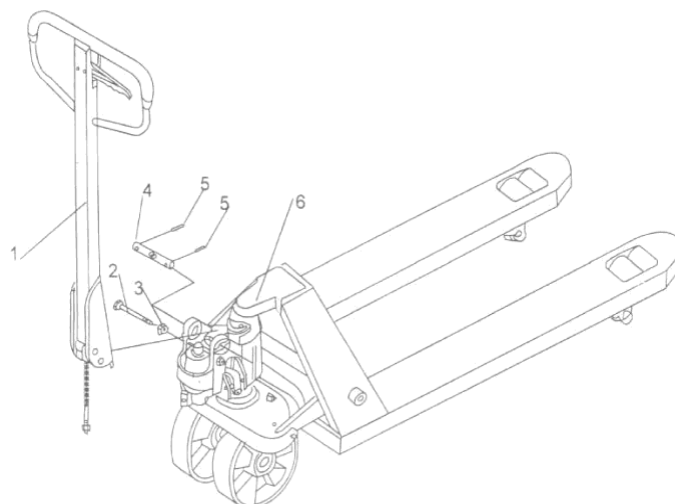

Fig. 5 Asamblarea manetei
- c) Apăsați brațul timonei în jos; scoateți diblul (2, Fig. 5).
- d) Setati maneta de control a mânerului în poziția 'RIDICARE', apoi ridicați plăcuța manetei cu bolțul (2, Fig. 5) și introduceți șurubul de reglare în fanta din față a plăcuței. Observație: Țineți piulița de reglare sub plăcuța manetei.
- e) Folosiți un ciocan pentru a introduce al doilea diblu (5, Fig. 5) în cel de-al doilea orificiu al axului. Bara de tracțiune este acum asamblată la pompă.